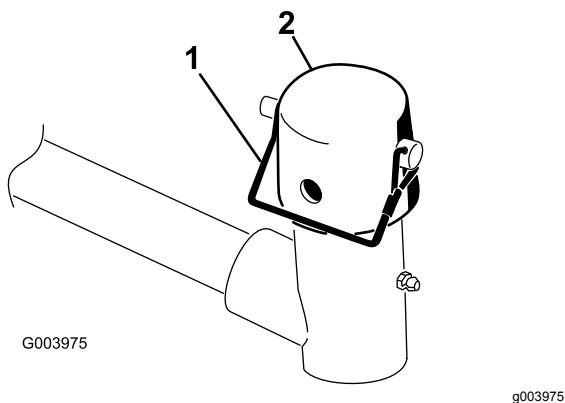

**Figura 9**
**Importante:** Na unidade de corte 4 (frontal esquerda) e na unidade de corte 5 (frontal direita), utilize as porcas de montagem do suporte da barra para instalar os guias de tubos na frente dos separadores da unidade de corte (Figura 7 e Figura 8). Os guias de tubos devem inclinar para a unidade de corte central (Figura 8 e Figura 9).